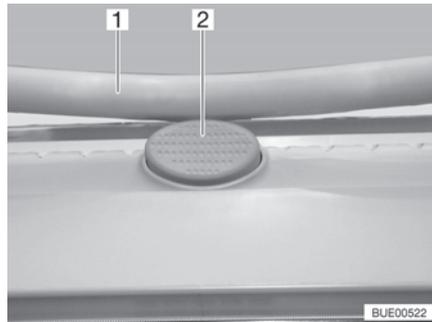

Fig. 20 Bottone di sicurezza (oblò Heki)
- Premere il bottone di sicurezza (Fig. 20,2) e tirare verso il basso la staffa (Fig. 20,1) con entrambe le mani.
- Premere la staffa verso l'alto con ambedue le mani, finché la staffa non poggia al di sopra del bottone di sicurezza (Fig. 20,2).